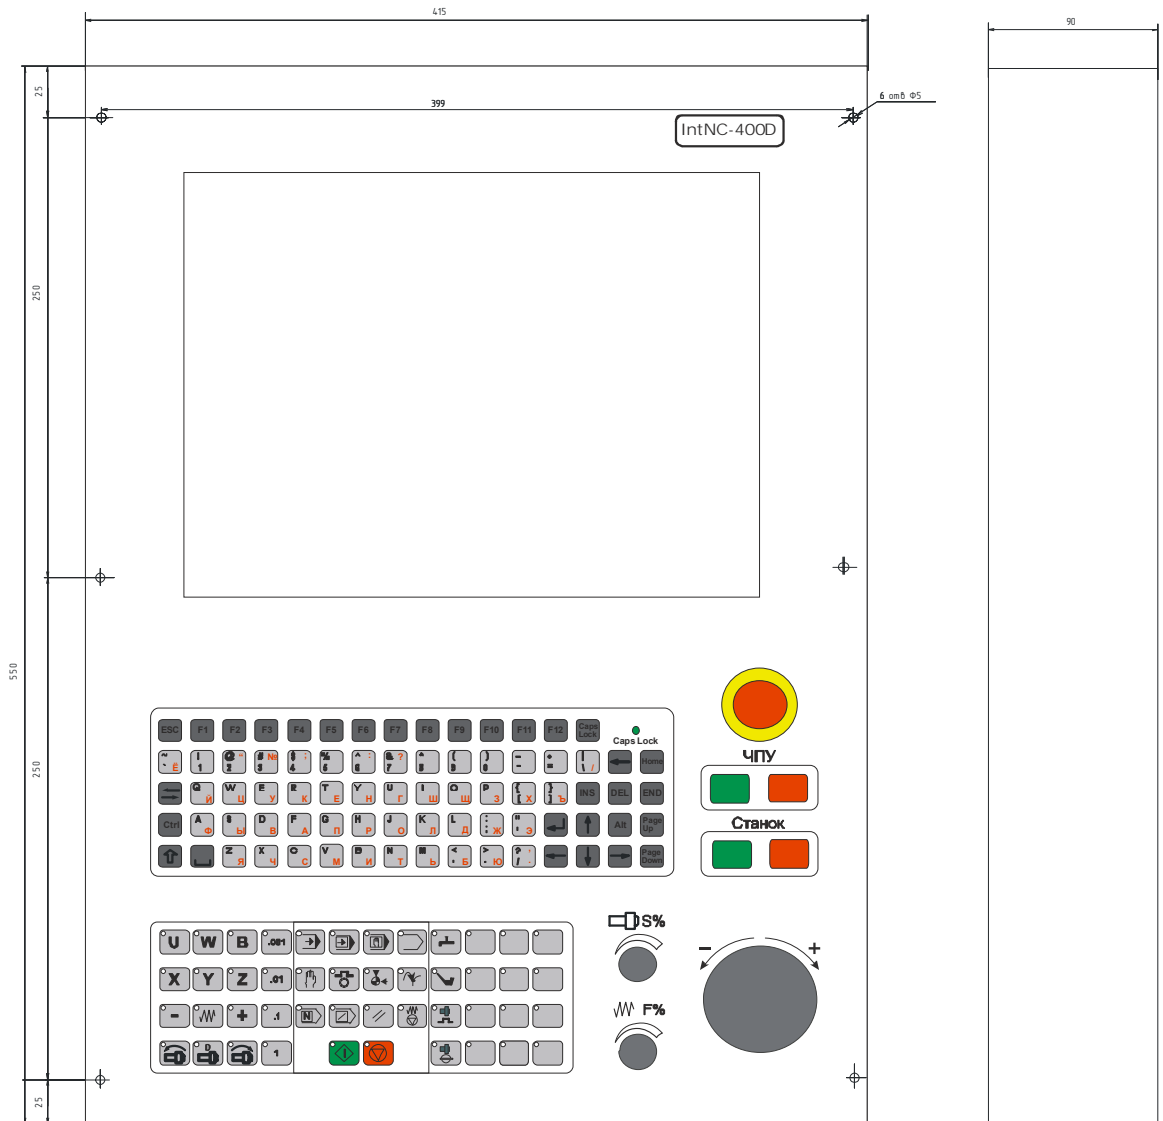

Рис.2
4.2. Закрепить ПО. Габаритные размеры ПО приведены на рис.2.